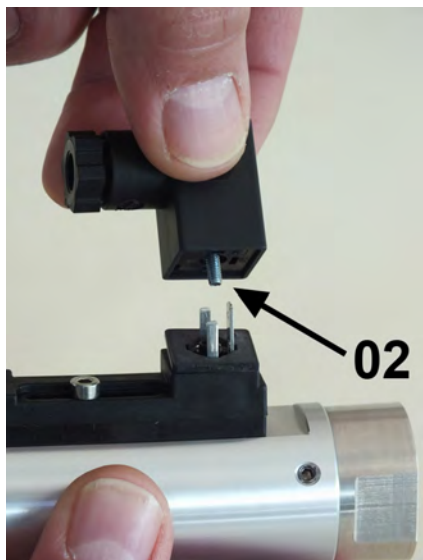

Abb. 54: Steckdose abziehen
2. Steckdose mit dazugehöriger Dichtung ( Abb. 54/02) nach oben abziehen